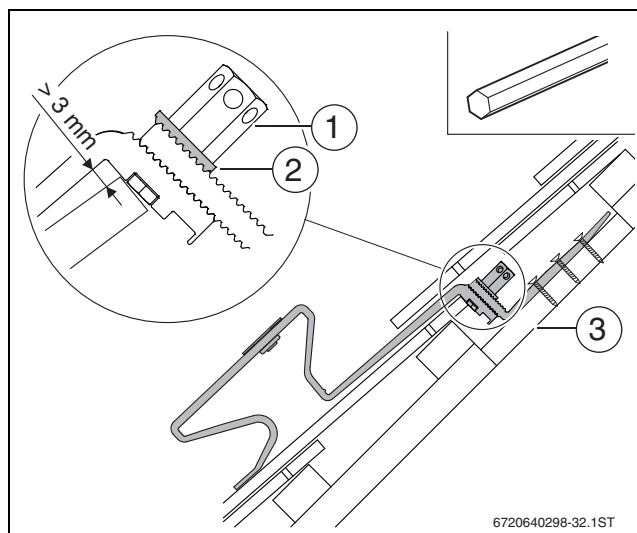

Fig. 24
- Si nécessaire, fixer des planches/madriers de portance suffisante sur les chevrons (→ fig. 24 [3]). Si nécessaire, retirer les contre-lattes dans cette zone.